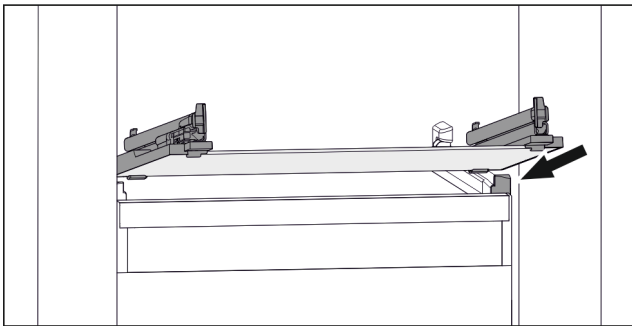

Fig. 48 Az üveglap példaként szolgáló ábrázolása
- ▶ Helyezze a fiókot ferdén az ütközők mögé. (lásd Fig. 48)